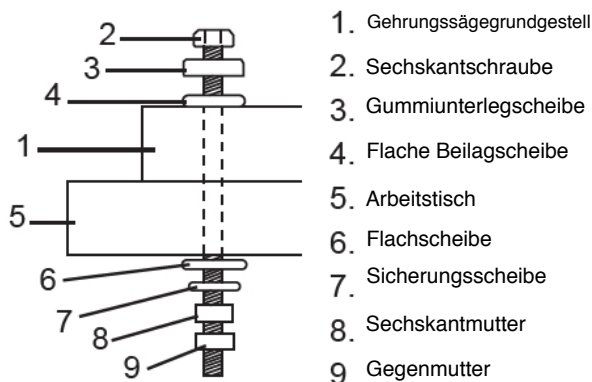

Abb. 15: Befestigung der Säge
Befestigungsanleitung (Abb. 15, 16)
Schritt 2: Die Unterseite der Säge (KGZ 2540) hat acht Befestigungslöcher, vier Löcher (Ø 6,4 mm) und vier Löcher (Ø 9,5 mm). Die Unterseite der Säge (KGZ 3050) hat acht Befestigungslöcher, vier Löcher (Ø 6,8 mm) und vier Löcher (Ø 9,0 mm). Wählen Sie die richtigen Befestigungslöcher basierend auf der Größe der verwendeten Schrauben, um das Basisgestell der Gehrungssäge (1) wie mit der, in Abb. 15 gezeigten Befestigungsmethode, an die Werkbank (5) anzuschrauben.